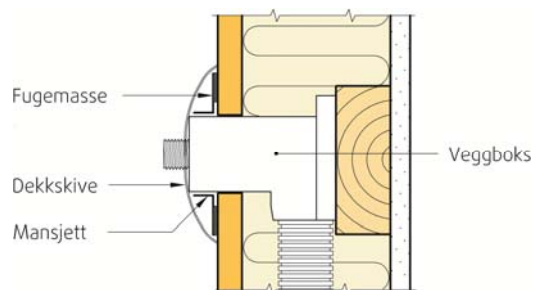

Fig. 5
- Mansjetter som følger med veggbokser limes fast mot baderomspanelet med fugemasse Bostik Silmax Byggfug 2620. Se fig. 5.